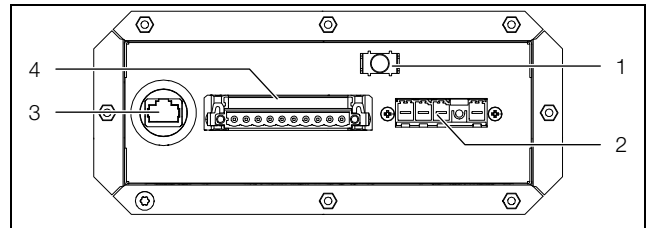

Fig. 30: Scatola di connessione
- La schermatura del cavo può essere collegata ai contatti del morsetto di messa a terra all'interno della scatola di derivazione sull'alloggiamento (fig. 30, pos. 1).